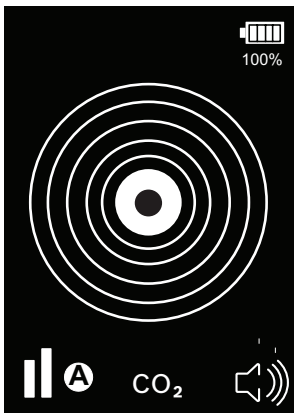

Fig. 10: *Indicazione di allarme (mostrata in modalità automatica - audio ON)*
- ⇒ *Se viene rilevata una concentrazione maggiore di refrigerante (CO₂), l'allarme aumenta di velocità e tono e il display mostra dei cerchi concentrici che aumentano di numero all'aumentare della concentrazione di refrigerante (vedi Fig. 10).*
Quando viene rilevata una perdita, vengono visualizzati dei cerchi concentrici. Il numero di cerchi aumenta o diminuisce continuamente a seconda della concentrazione di composto rilevata (Fig. 10).